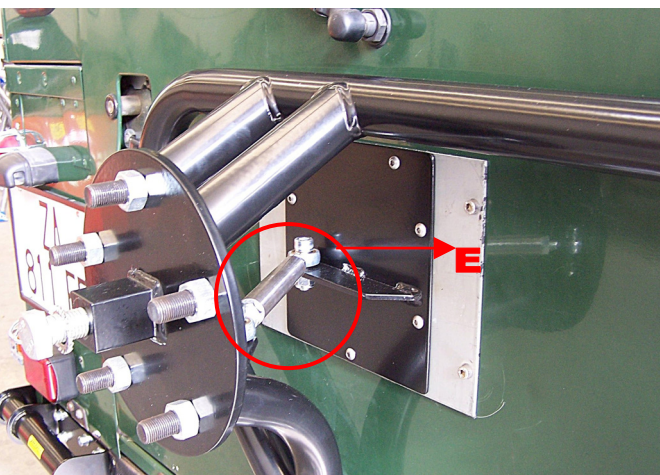

FIG. 3
Da ultimo occorre fissare la piastra sul portellone posteriore come rappresentato nella Fig. 3 utilizzando i fori già esistenti sulla macchina utilizzando le viti in acciaio inox fornite con la piastra, oppure le viti originali, nel caso in cui il portaruota di serie sia costruito in lamiera stampata, come accade in alcuni modelli recenti (in questo caso la piastra fornita è leggermente diversa). Fissare quindi la bielletta (E) di collegamento tra la piastra e il portaruota.